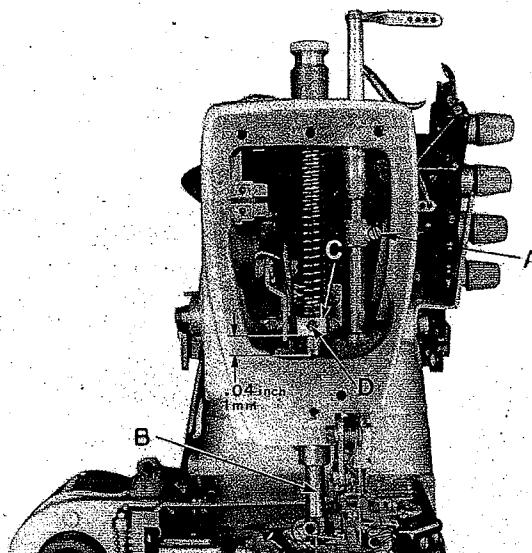
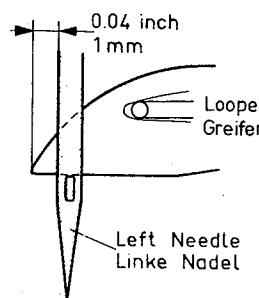

Fig.11
Fig.13
2. Loosen screw (A, Fig. 11) and turn needle bar until the needles center the needle holes of throat plate.
3. Retighten screw (A, Fig. 11).
2. Lösen Sie die Schraube (A, Fig. 11) und drehen Sie die Nadelstange so, daß die Nadeln mittig in die Stichlöcher einstechen.
3. Ziehen Sie die Schraube (A, Fig. 11) wieder an.
The height of needle bar is correct when the looper point at its travel from right to left is 1 mm = .040 inch left of the left needle (Fig. 13) and the top of the needle eye is even with the underside of the looper. Loosen screw (A, Fig. 11) for this adjustment and move needle bar up or down as required. Retighten screw (A).
Die Nadelstangenhöhe ist richtig eingestellt, wenn die Greiferspitze bei ihrem Weg von rechts nach links 1 mm links der linken Nadel steht (Fig. 13) und Oberkante Nadelöhr und Unterkante Greifer in gleicher Höhe stehen. Lösen Sie für diese Einstellung die Schraube (A, Fig. 11) und schieben Sie die Nadelstange nach Bedarf nach oben oder unten. Ziehen Sie die Schraube (A) wieder an.